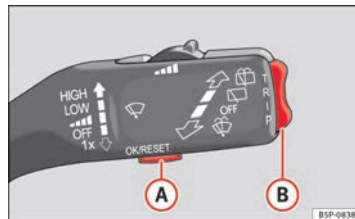

Fig. 43 Palanca del limpiacristales: teclas de control.
- Seleccione la opción **Estado del vehículo** del menú principal: “Menú principal” y pulse la tecla **OK** de la palanca del limpiacristales **A** ⇒ fig. 43. **O bien**